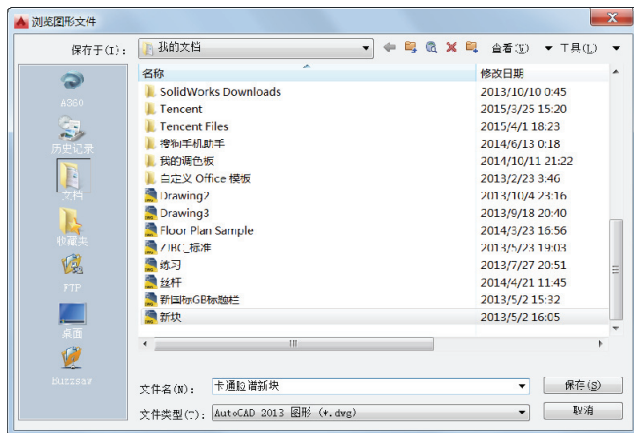

图 9-9 “浏览图形文件”对话框
- 4** 在“目标”选项组中单击“文件名和路径”框右侧的“浏览”按钮，弹出“浏览图形文件”对话框，从中指定保存于的位置，并在“文件名”框中输入新文件名，如图 9-9 所示，然后单击“保存”按钮，返回到“写块”对话框。